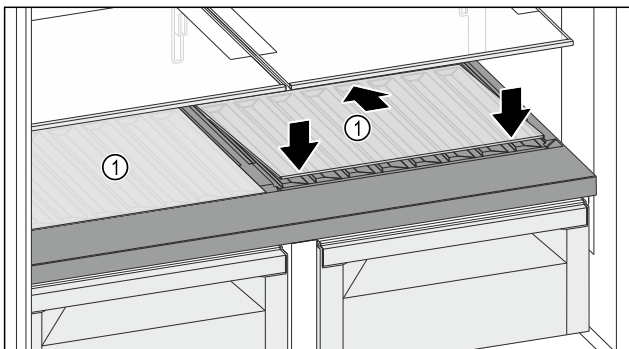

Fig. 115
- Placer la plaque de verre Fig. 115 (1) en biais et inclinée vers le bas.
- Abaisser l'avant de la plaque de verre Fig. 115 (1).